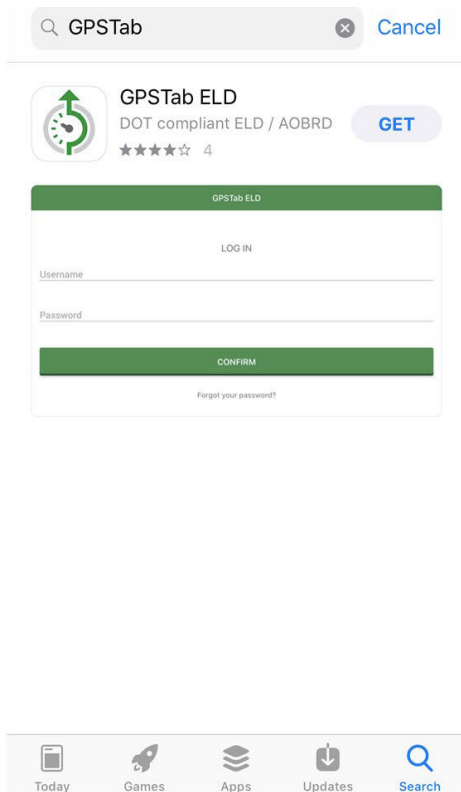

IMAGEN 1
1. Busca “GPSTab ELD” en la App Store (imagen 1).